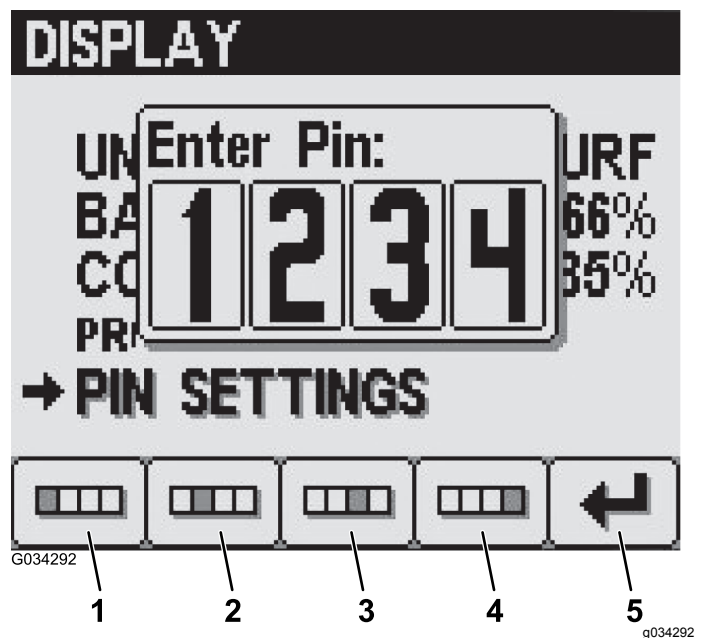

Bild 25
2. Geben Sie die PIN mit den Tasten 1 bis 4 ein und drücken Sie Taste 5, um die PIN-Eingabe abzuschließen (Bild 25).
4. Geben Sie mit den Tasten 1 bis 4 die alte PIN ein und drücken Sie Taste 5, um die PIN-Eingabe abzuschließen (Bild 25).